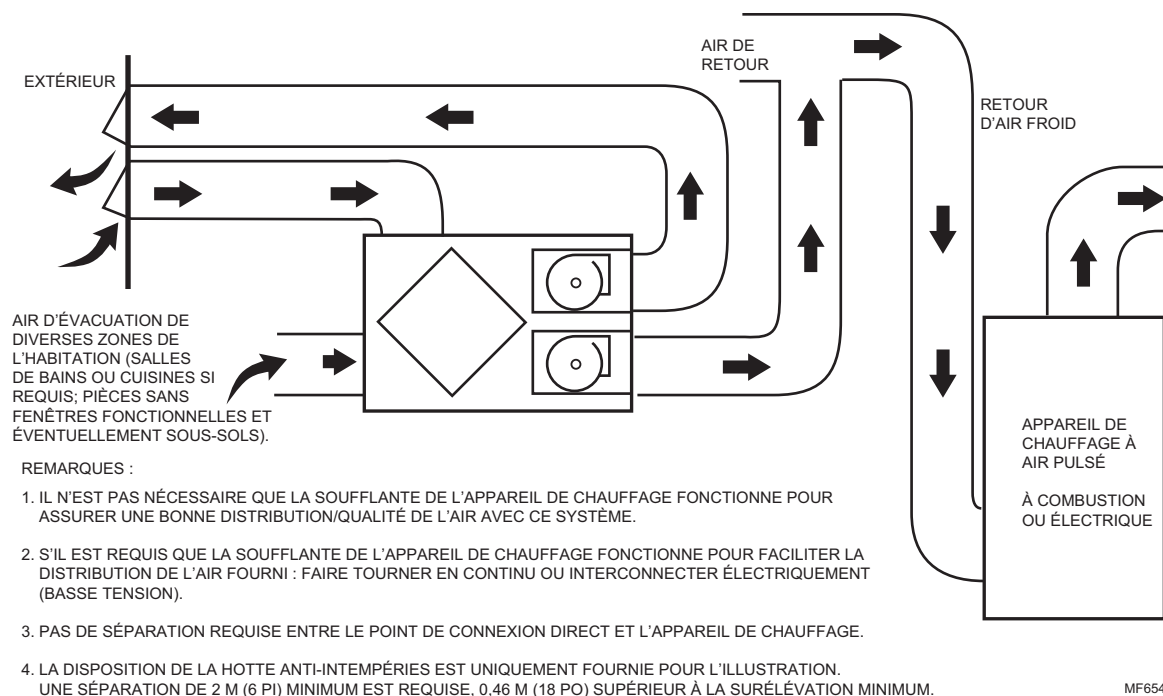
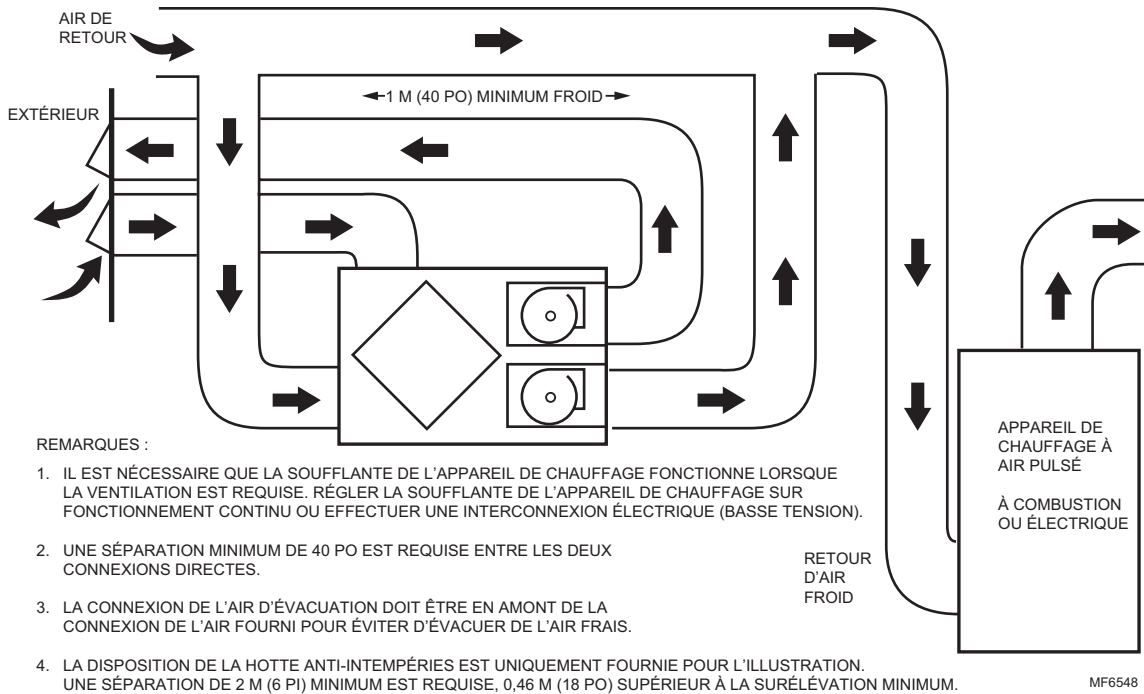
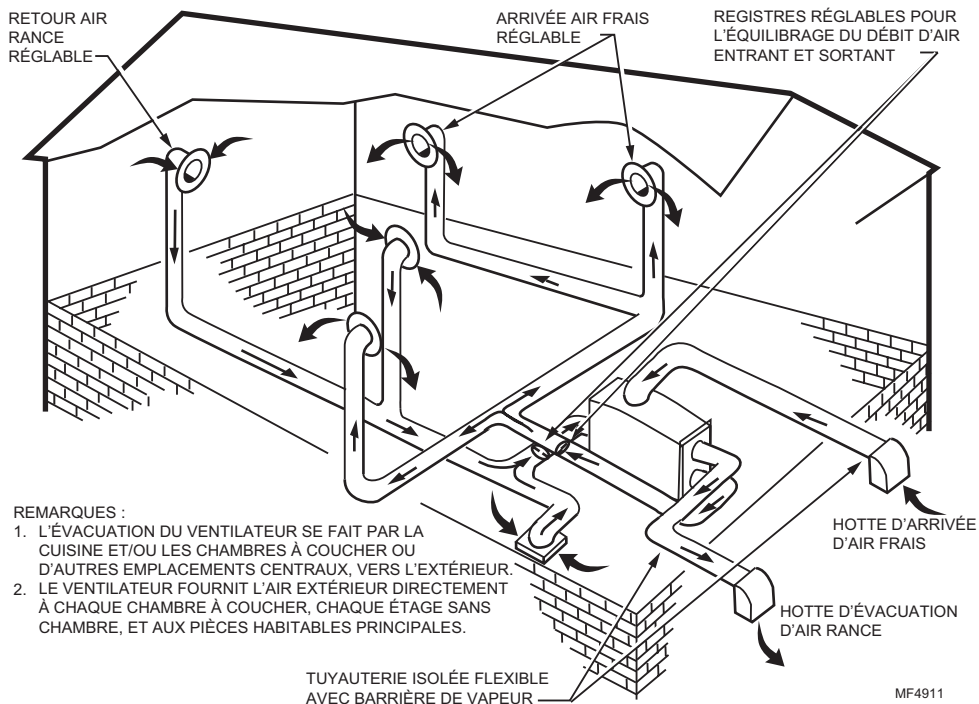

Fig. 5. Connexion directe du flux d'air fourni au retour d'air froid de l'appareil de chauffage pour le VRC/VRE.
Fig. 6. Connexion directe du flux de l'air fourni et du flux de l'air d'évacuation du ventilateur au retour d'air froid de l'appareil de chauffage.
Fig. 7. Installation indépendante du ventilateur.
- Le raccordement de la sortie de l'arrivée et/ou de l'arrivée de l'évacuation du ventilateur au plénum d'air de retour de la section de traitement de l'air est une excellente méthode de distribution d'air frais et d'évacuation de l'air rance de toutes les zones de l'habitation, et permet aussi de réduire les coûts d'installation. Si cette méthode est utilisée, équilibrer le ventilateur de façon à ce que la section de traitement de l'air fonctionne et soit raccordée au ventilateur pour qu'il ne fonctionne que lorsque la section de traitement de l'air est en marche. Voir la Fig. 6. Une autre méthode consiste à équilibrer le ventilateur lorsque la section de traitement de l'air n'est pas en marche et de laisser le ventilateur tourner indépendamment de la section de traitement de l'air, voir la Fig. 5. Une installation indépendante est illustrée à la Fig. 7.